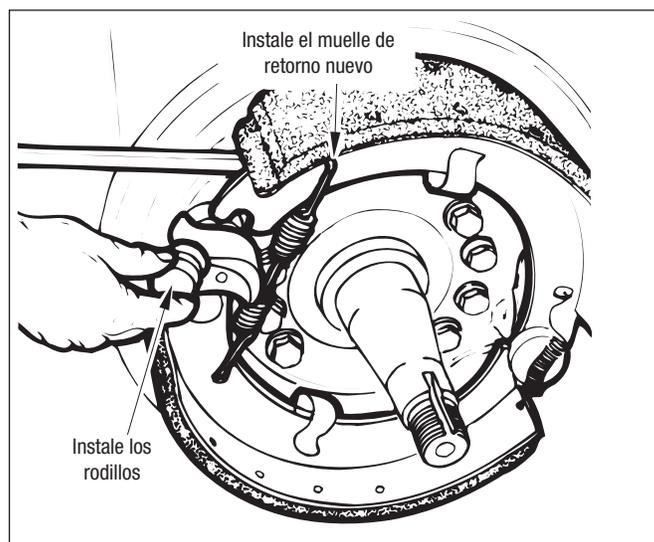

Figura 60 – Instalación de muelle de retorno y rodillo de zapata
8. Enganche un extremo de un muelle de retorno nuevo de zapata en el orificio de la costilla de la zapata inferior. Con un destornillador, estire el muelle de retorno de la zapata para engancharlo en el orificio de la costilla de la zapata superior. Consulte la figura 60.